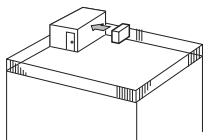

Fig. 2-4
① Usmerite izstopno odprtino za zrak v najbližjo steno približno 35 cm stran od stene. (Fig. 2-4)